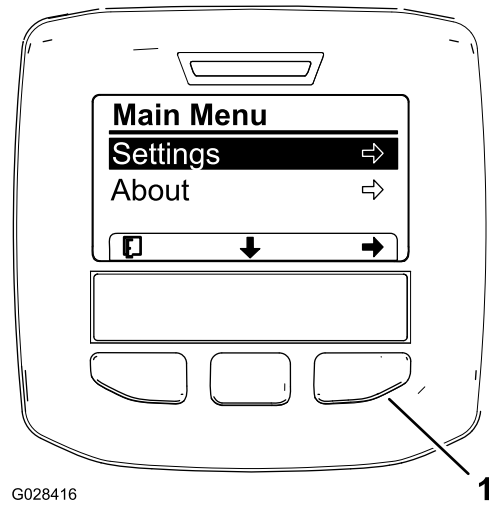

Figura 62
3. Carregue no botão de seleção central para aceder ao menu principal (Figura 62).
5. Pressionando o botão de seleção esquerdo guarda a sua seleção, sai do menu de definições e regressa ao menu principal (**Figura 62**).
9. Pressionando o botão de seleção esquerdo, sai do menu de definições e regressa ao menu principal (Figura 62 e Figura 64).